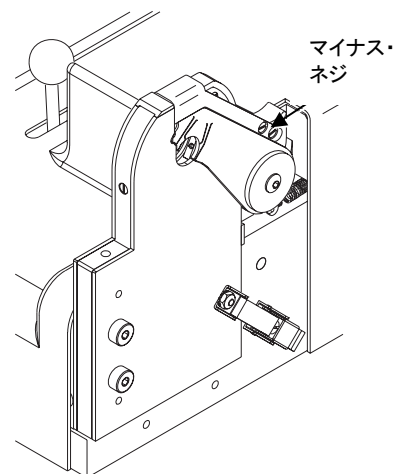

Figure 62 アーク・シールドの交換
1. アーク・シールドを可動型クランプに固定している 4本のマイナス・ネジを外します。**Fig.62** をご参照ください。